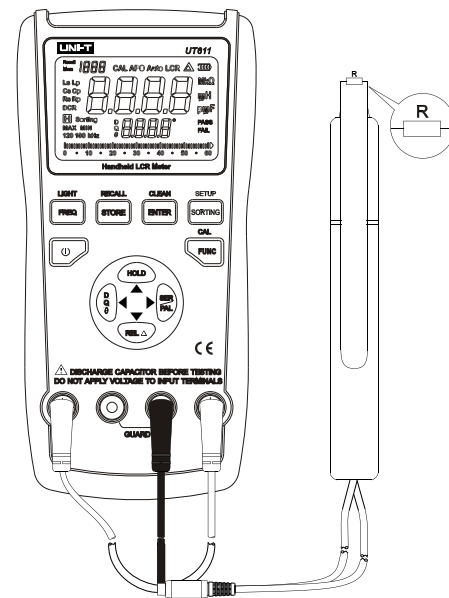

图 8
- 3) 将电阻插入测试端口或用相应的附件接入被测电容（如图8）。